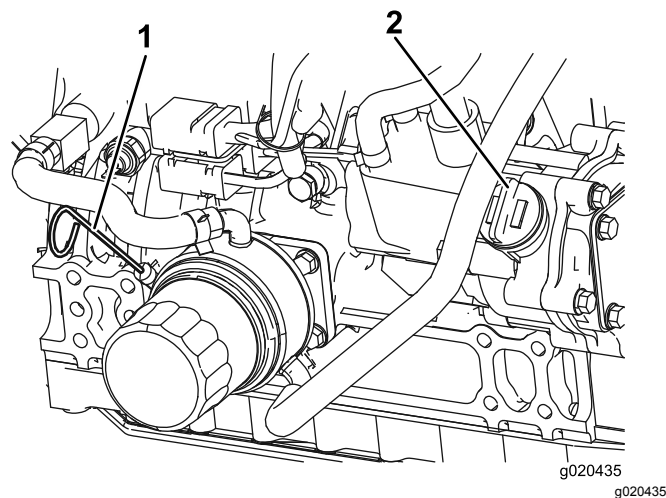

Figura 65
3. Retire a vareta, limpe-a, coloque-a no tubo e volte a retirá-la em seguida. O nível de óleo deve estar entre marca “Full” (cheio) e a marca “Add” (adicionar) (Figura 65).
4. Se o nível de óleo estiver baixo, retire o tampão de enchimento (Figura 65) e adicione óleo até que fique entre a marca “Full” (cheio) e a marca “Add” (adicionar). **Não encha demasiado.**